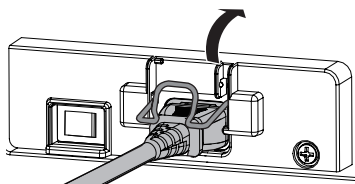

Figura 1
- 2) Levante el soporte del cable de alimentación que fija este cable. (Figura 1)